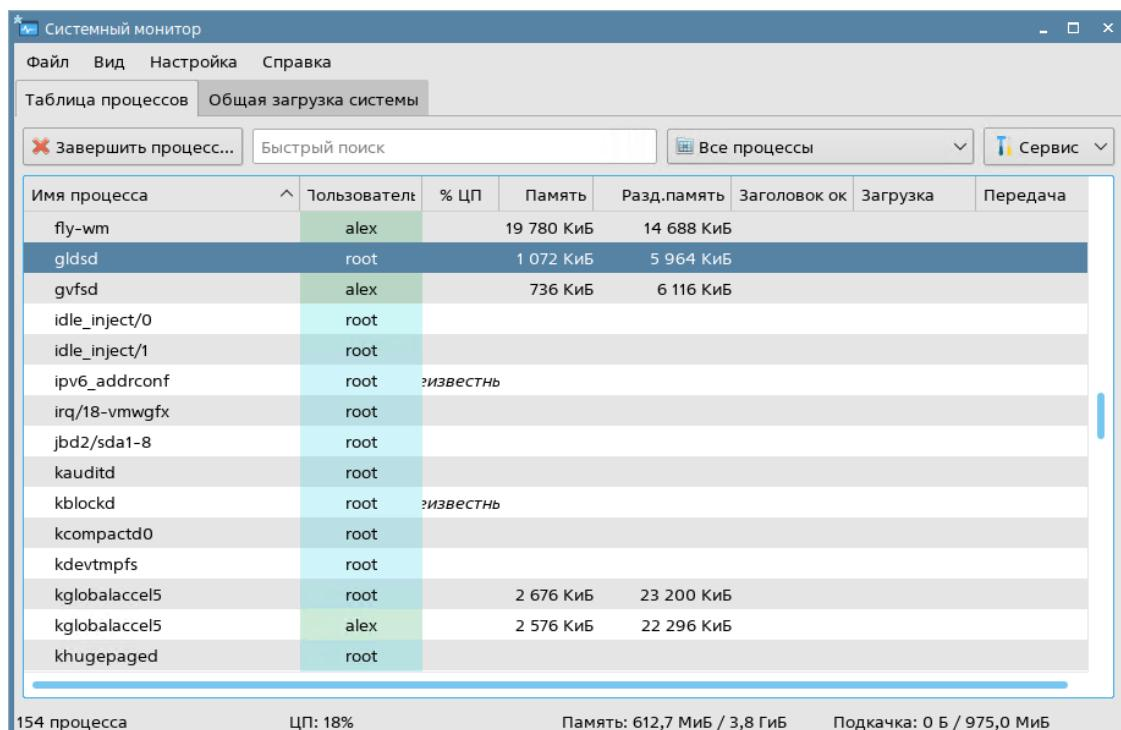

Рисунок 2 - Системный монитор
7. В системном мониторе проверьте, что присутствует процесс **gldsd** (Рисунок 2).